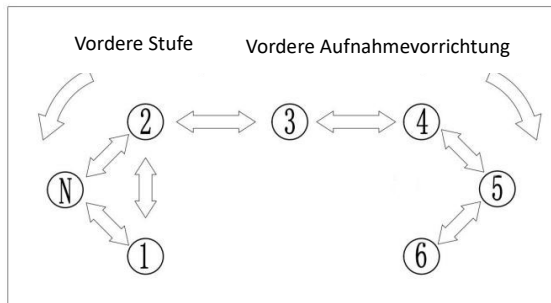
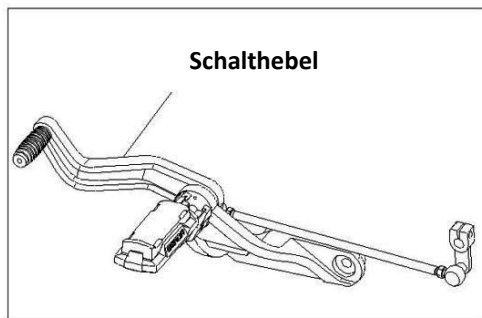

Abb. 12 Schaltstellungsdiagramm
Abb.13 Schalthebel
5.4. 1. Schaltvorgang (Abbildung 12, Abbildung 13)